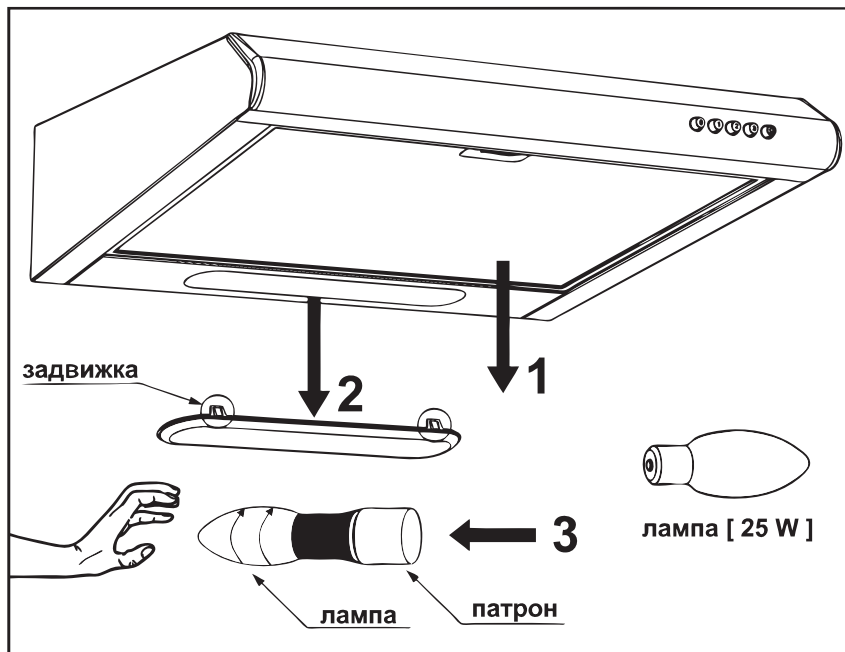

Рис. 9
- выкрутить лампочку освещения **3** из патрона против часовой стрелки, придерживая рукой с внутренней стороны (за плафоном) (**рис.9**);